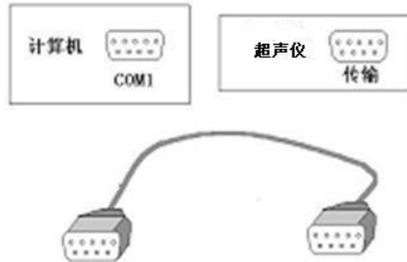

图 5.6 计算机与仪器连接
A. 进行文件传输之前需要按图 5.6 用我们提供的专用 **并口**(或**串口**)线将计算机**并口** (或**串口**)与超声仪连接起来。